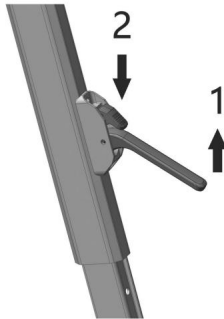

Abbildung D7
a. Heben Sie die Armverriegelung an und drücken Sie den Verriegelungskopf nach unten. Schieben Sie den Stützarm dann auf die entsprechende Höhe (Abbildung D7) und lassen Sie den Verriegelungskopf los, um den Stützarm zu verriegeln. Arm.